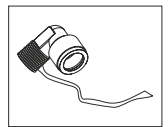

Bild. 5
- 5) Remove old Teflon tape (Fig. 5).
- 5) Das Gewinde der Schnellkupplungen von Teflonresten befreien (Bild 5).